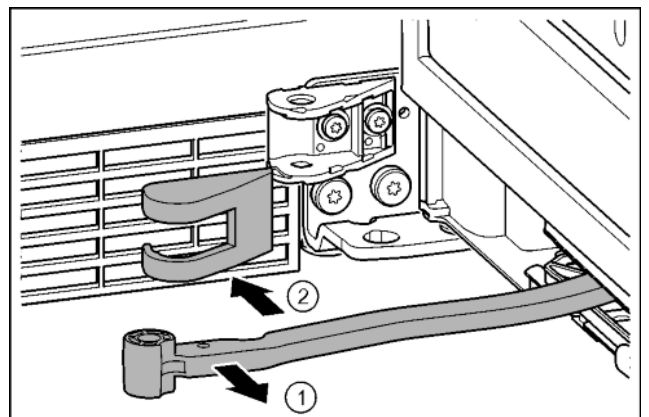

Fig. 19
- Forgassa az ajtó irányába a csuklót. Fig. 19 (1)
- Vegye le a csapágybak fedelét. Fig. 19 (2)